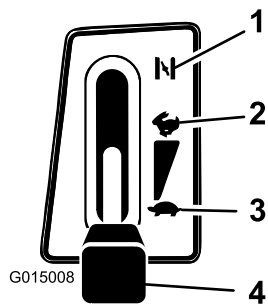

Bild 10
3. Stellen Sie den Gasbedienungshebel auf Choke (Bild 10).
5. Schieben Sie den Gasbedienungshebel, sobald der Motor angesprungen ist, langsam auf Schnell (Bild 10). Sollte der Motor stoppen oder stottern, schieben Sie den Gasbedienungshebel wieder für ein paar Sekunden auf die Choke-Stellung, schieben Sie den Gasbedienungshebel dann auf Schnell. Wiederholen Sie diesen Vorgang nach Bedarf.
1. Stellen Sie den Gasbedienungshebel auf Schnell“ (Bild 10).